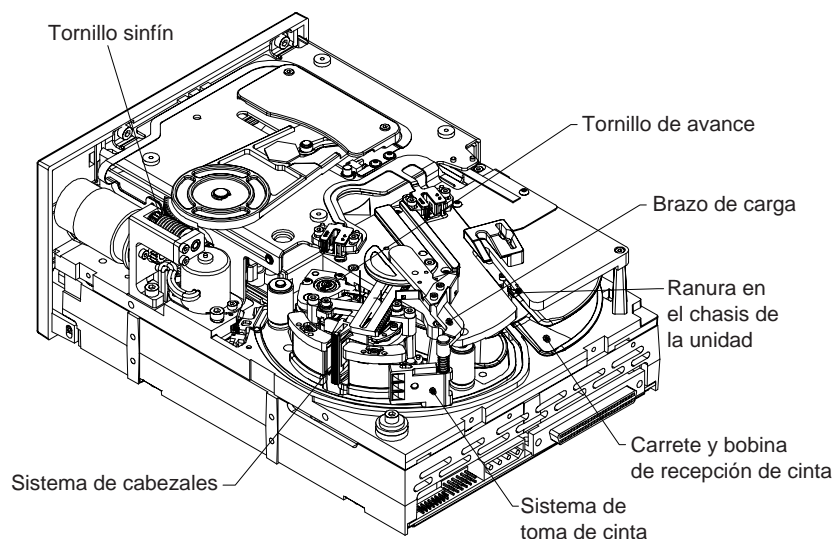

Figura 18. Diagrama de la unidad Viper 200 con los componentes principales utilizados en el retiro manual de un cartucho (no hay cartucho de cinta en la unidad)
Siga estos pasos si el cartucho está cargado y asentado y la cinta está completa o parcialmente enhebrada en la unidad. Necesita un destornillador de paleta pequeño y una llave hexagonal de 1,5 mm. La Figura 18 muestra los componentes principales del mecanismo de la unidad a los que se hace referencia en el texto de abajo.
6. Gire el carrete para alinear la ranura en el mismo con la ranura en el chasis de la unidad (vea Figura 18).